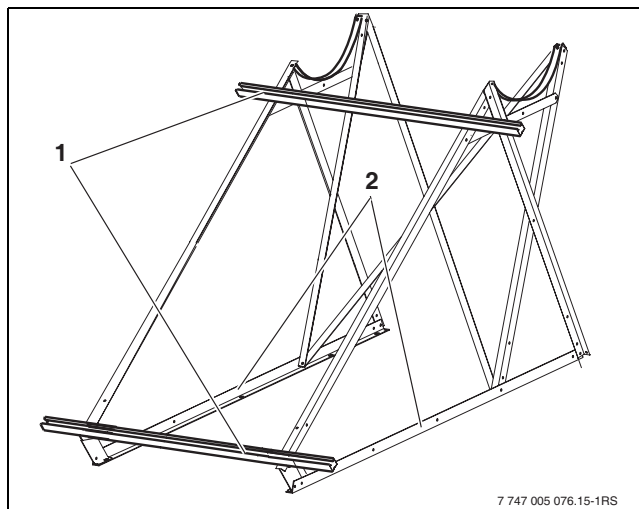

Bild 15 Profilschienen FD/ÜD anschrauben
- Profilschienen FD/ÜD (Bild 15, [1]) oben und unten mittig an den Trägerschienen-Kollektor anschrauben.
- Trägerschienen unten (Bild 15, [2]) parallel zueinander ausrichten.